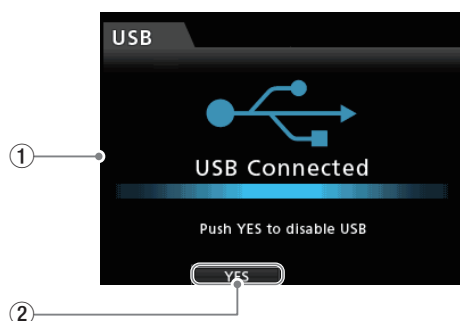

Fig 16
On the **"USB Connected"** screen (Fig. 16-①), press the **F2** button, which corresponds to the **"YES"** icon (Fig. 16-②), to return to the USB connection selection screen (Fig. 16-③). Press the **F1** button, which corresponds to the **"NO"** icon (Fig. 16-④), to end USB connection and return to the **MENU** screen.
**"USB Connected"**(Fig16-①)の表示画面から、**[YES]**マーク(Fig16-②)に対応する**F2**ボタンを押し、USB接続選択画面(Fig16-③)に移動する。
**[NO]**マーク(Fig16-④)に対応する**F1**ボタンを押し、USB接続を解除して**[MENU]**画面に移動する。